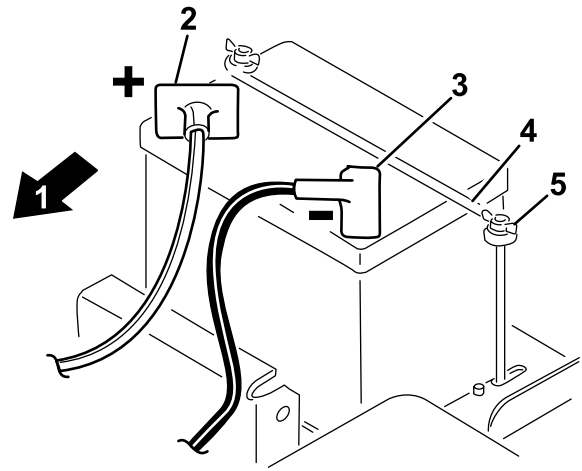

图 3
1. 将电池安装在座椅后面使电池端子朝向机器前面 图 3。
2. 用电池正极接线红色连接启动马达线圈与电池的正极+ 图 3。用托架螺栓和螺母进行固定。
5. 安装电池夹和垫圈用蝶形螺帽进行固定 图 3。